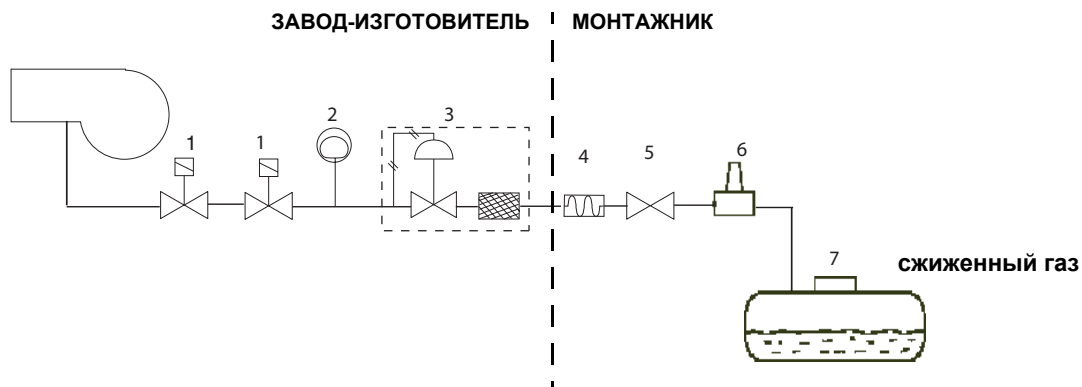

Рис. 15
**ВНИМАНИЕ:** после монтажа газовой рампы согласно схеме на Рис. 15, необходимо провести тестирование на герметичность газового контура, согласно требований действующих нормативов.